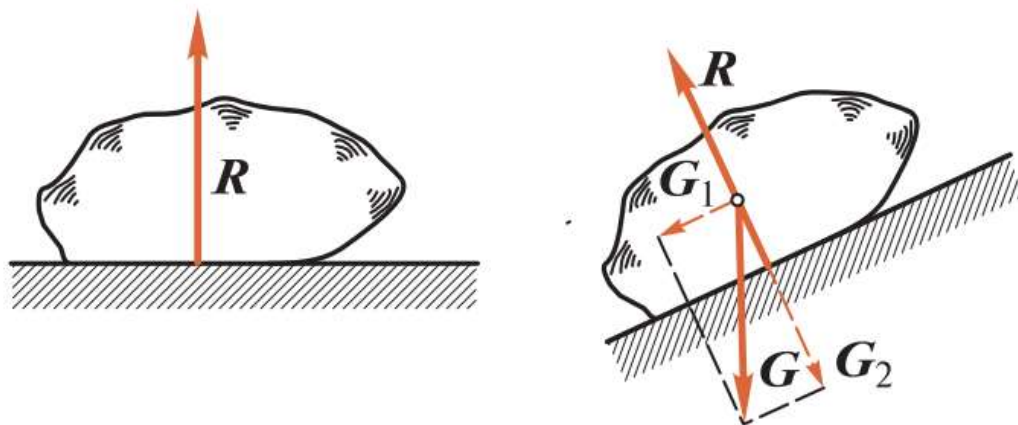

Рис. 1.6
1. *Идеально гладкая плоскость* (рис. 1.6). В этом случае реакция R направлена перпендикулярно опорной плоскости в сторону тела, так как такая связь не дает телу перемещаться только в сторону опорной плоскости, т. е. перпендикулярно ей.